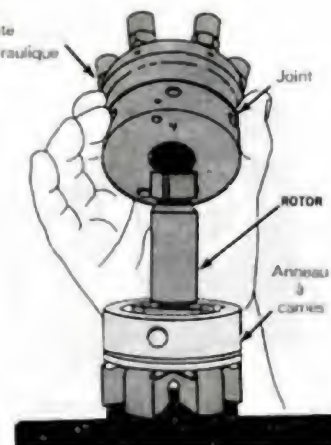

Fig. 23.
- Séparer la tête du rotor, enlever l'anneau à cannes, retirer les patins, galets et pistons plongeurs (fig. 23). **Eviter de toucher la surface usinée du rotor. Tremper les pièces dans un bac d'huile d'essai propre.**